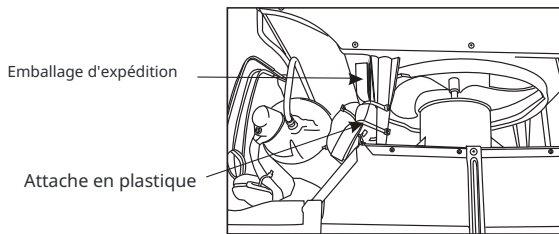

Fig.7
10. Votre unité peut être livrée avec un emballage interne. Cet emballage doit être retiré avant de réinstaller le climatiseur dans l'armoire (voir Fig.7).